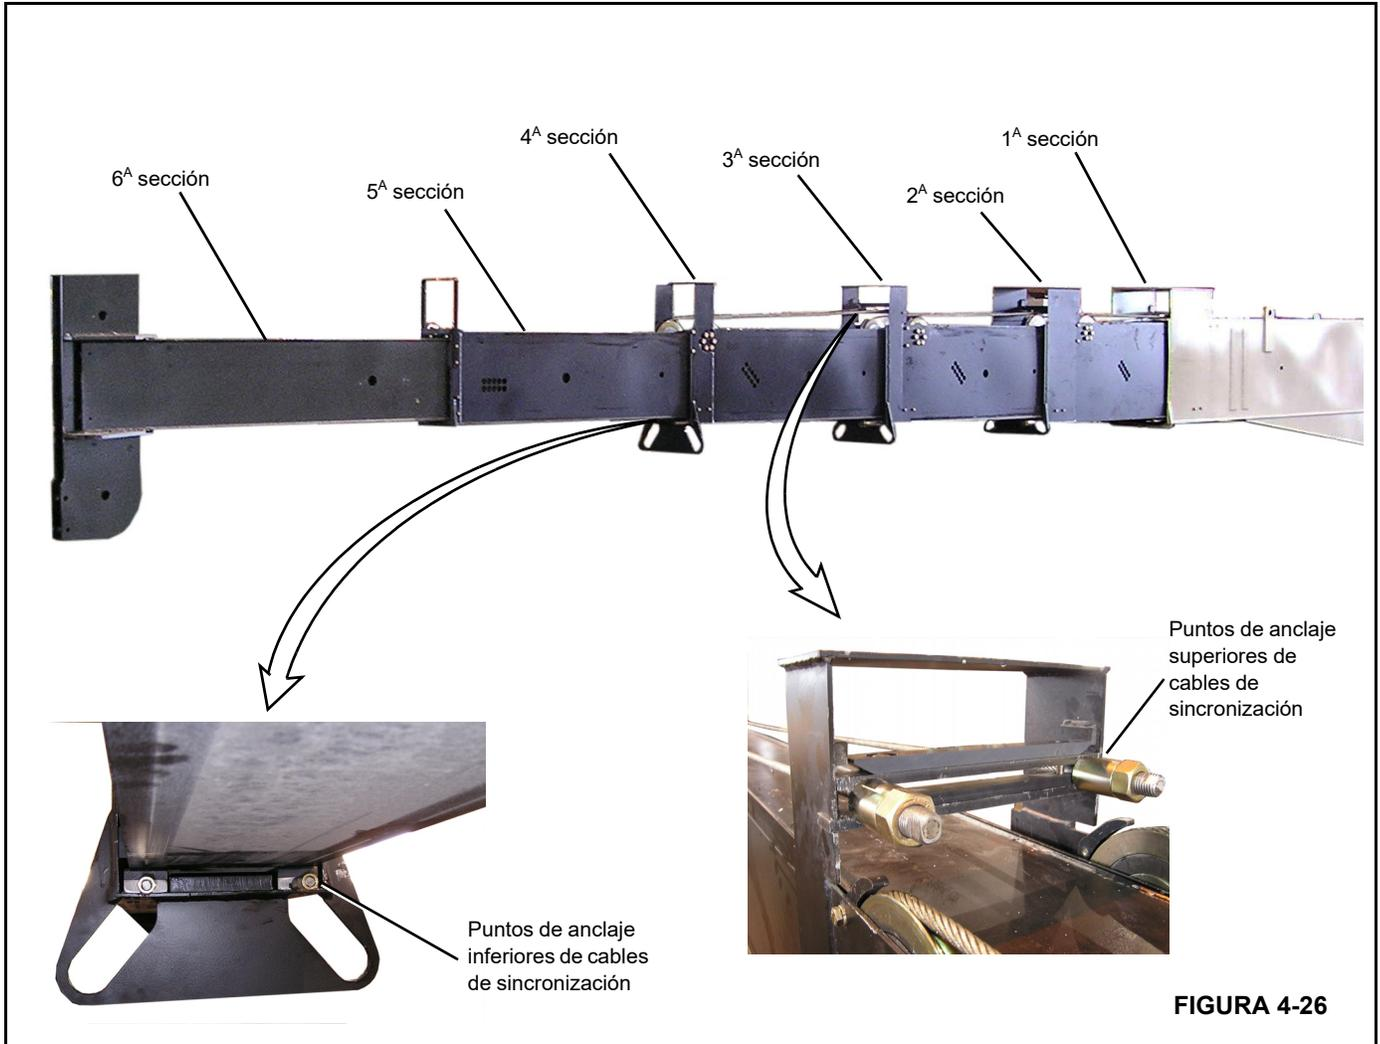

FIGURA 4-26
3. Saque los pernos del cable de sincronización en las partes delantera superior y delantera inferior de la 1A sección (Figura 4-26).